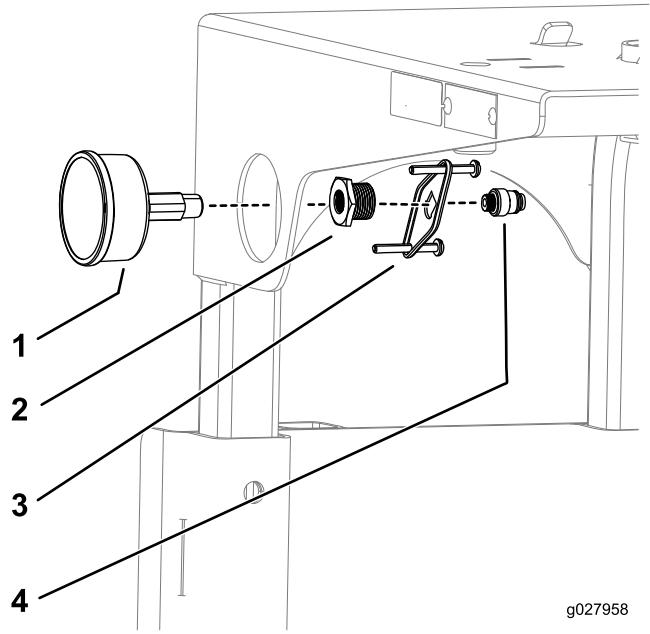

Figura 7
- Applicate il nastro in PTFE alle filettature dell'indicatore di pressione e installate il gruppo indicatore di pressione come illustrato in Figura 7.